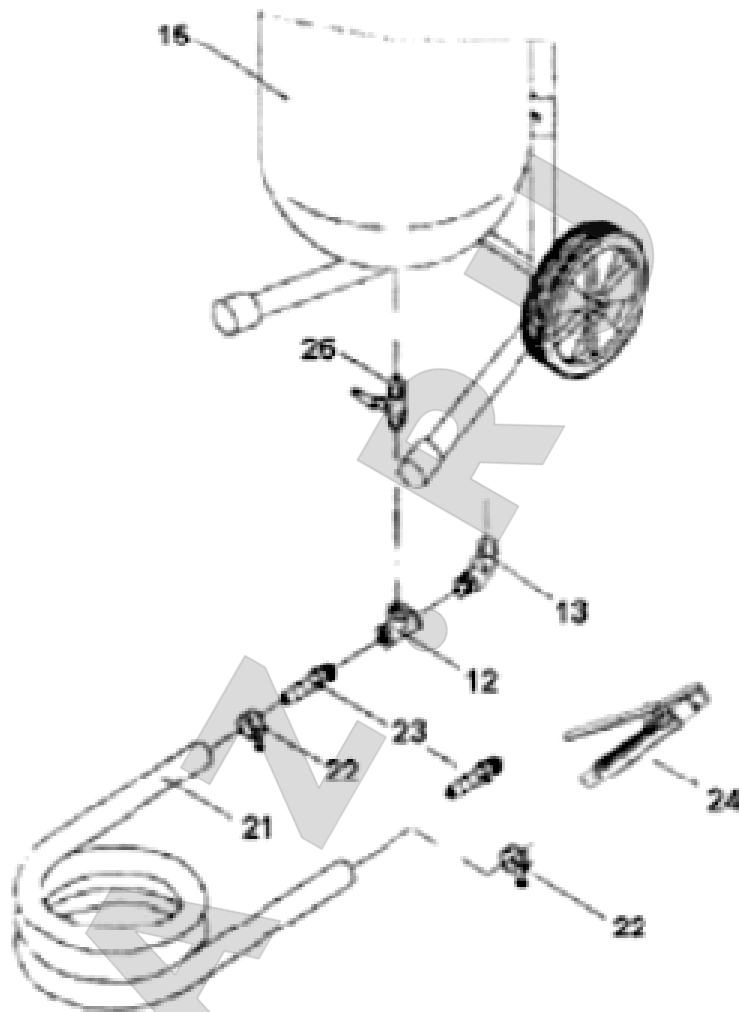
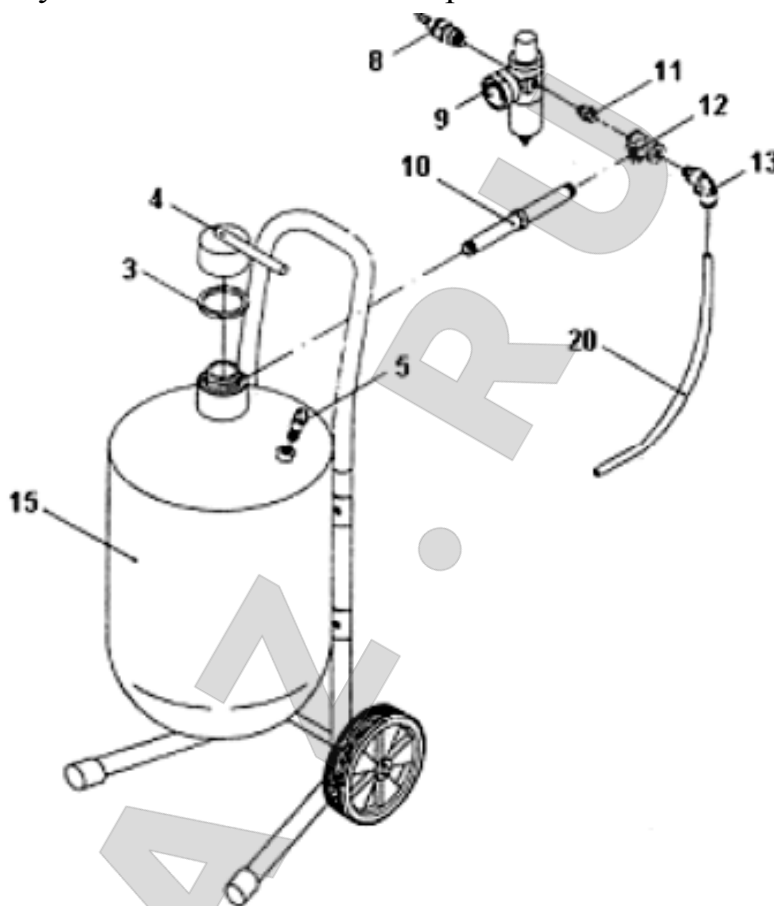

Рис. 3. Сборка линии абразива.
Рис. 4.
- Вверните штуцер (8) во входное отверстие фильтра-регулятора (9).
- Вверните в выпускное отверстие фильтра-регулятора (9) через проходник (11) впускной коллектор (12). Манометр фильтра-регулятора должен быть обращен в сторону как на Рис. 4.
- Вверните монтажную трубу (10) в боковое отверстие впускного коллектора (12).
- Полученную сборку свободным концом монтажной трубы (10) вверните в резьбовой порт на вершине резервуара (15).
- Вверните предохранительный клапан (5) в резьбовое отверстие верхней части резервуара (15).
- Наверните крышку (4) на засыпную горловину резервуара через уплотнительное кольцо (3).
- Вверните угловой соединитель (13) в свободное отверстие впускного коллектора (12).
- Удостоверьтесь, что концы угловых соединителей (13) на Рис. 3 и на Рис. 4 направлены друг к другу.
– Вставьте концы воздушного шланга (20) в угловые соединители (13) воздушной линии и линии абразива соответственно.